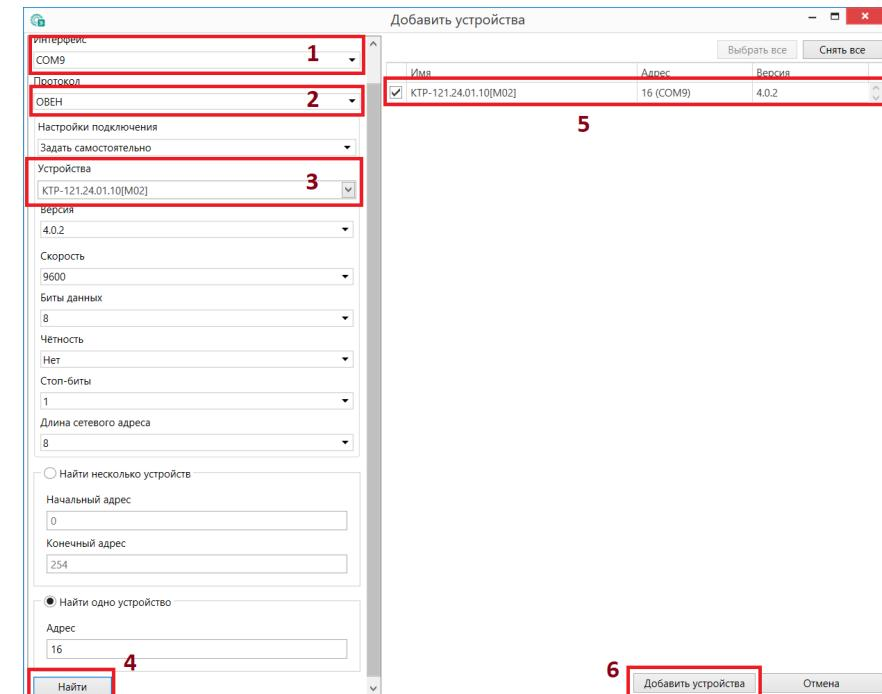

Рисунок 5.1 – Настройки связи с устройством
- Выбрать интерфейс «Устройство с последовательным интерфейсом USB» (см. рисунок 5.1, 1). Номер СОМ порта, присвоенный прибору можно узнать в Диспетчере устройств Windows.
- Выбрать протокол **ОВЕН** (см. рисунок 5.1, 2).
- Выбрать устройство (Пункт 3 на рисунок 5.1). Модификация КТР-121 указана на боковой стороне прибора.
- Выбрать «Найти одно устройство», если добавляется один прибор. Запустить поиск нажатием на кнопку «Найти» (см. рисунок 5.1, 4).
- Выделить найденное устройство (см. рисунок 5.1, 5).
- Добавить устройство в проект Конфигуратора по нажатию кнопки «Добавить устройства» (см. рисунок 5.1, 6).
1. Нажать на кнопку  **Обновить устройство** в контекстном меню выбранного устройства или в главном меню. Откроется диалоговое окно для смены встроенного ПО устройства. Допускается обновление одного или нескольких устройств. Устройства следует выделить в области устройств (см. рисунок 5.1, 5) и выбрать **Обновить устройство** в контекстном меню или главном меню.